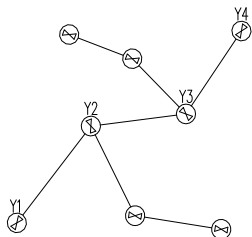

图 6-91 打开素材
**01** 按 Ctrl+O 组合键,打开配套光盘提供的“第 6 章/6.3.12 支井编号.dwg”素材文件,结果如图 6-91 所示。